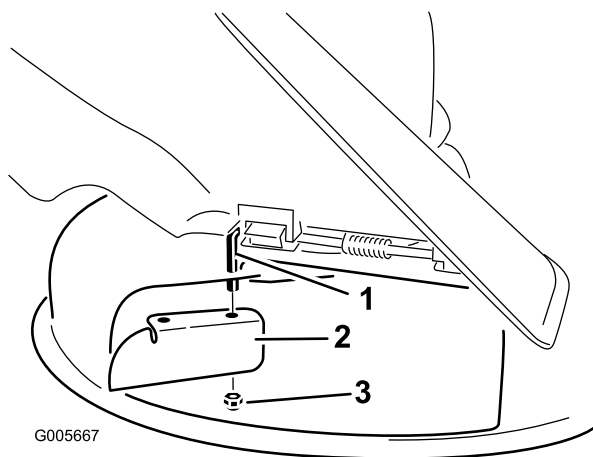

Figure 30
- Montez le déflecteur d'ouverture sur la tige de pivot exposée (Figure 30).
3. Enlevez le déflecteur d'ouverture du plateau de coupe (Figure 30).